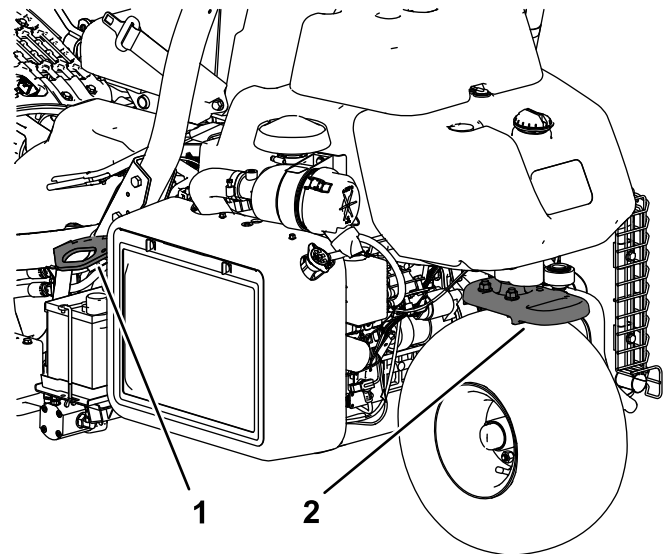

Bild 28
- Vergurten Sie die Maschine sicher mit Riemen, Ketten, Kabeln oder Seilen. Die vorderen und hinteren Gurte sollten nach unten und außerhalb der Maschine verlaufen (**Bild 28**).